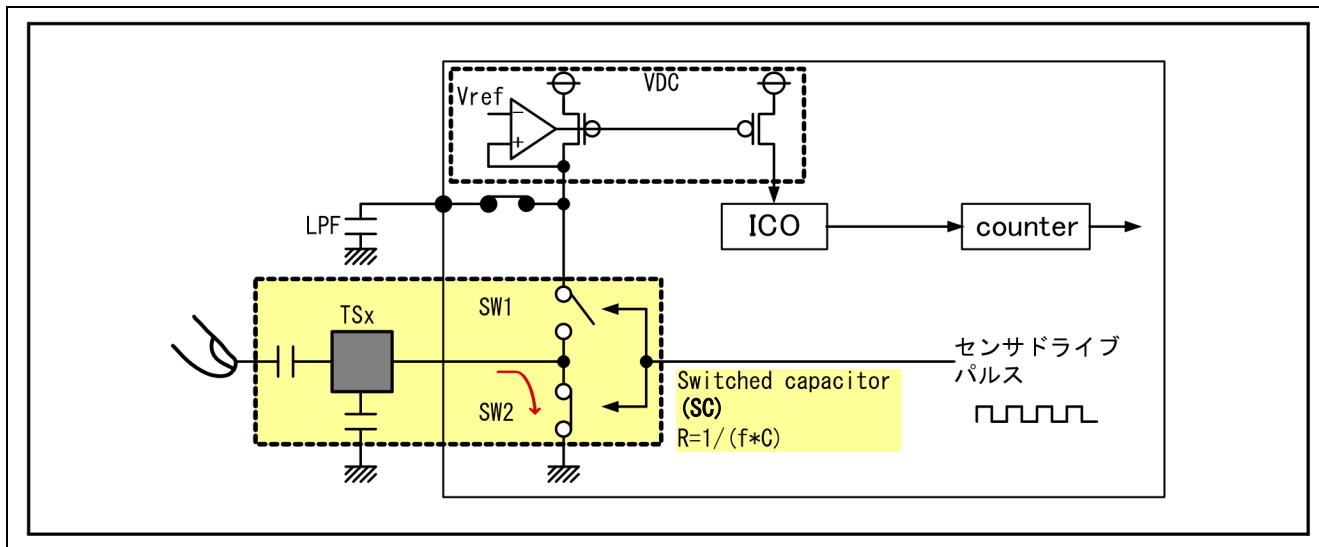

図 2-3 放電動作
(2) SW1 : OFF、SW2 : ON にすることで、充電された容量は放電されます (図 2-3)。
(1)と(2)の充放電を早いタイミングで切り替えることによりスイッチドキャパシタフィルタに電流が流れます。このとき人体の接近により、静電容量値が変わるため、流れる電流が変化します。TSCAP 電源を生成する VDC(voltage・down・converter)回路から、スイッチドキャパシタフィルタに流れる電流に比例した制御電流を ICO に供給することでクロックを生成します。人体の接近によって変わるクロック周波数をカウンタで計測し、読み出したカウンタ値を用いて、ソフトウェアで人体の接近を判定します (図 2-3)